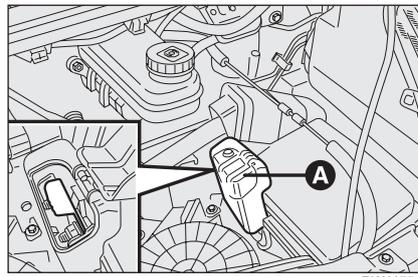

fig. 1
- soulever le volet A pour rejoindre la connexion au pôle positif de la batterie fig. 1.